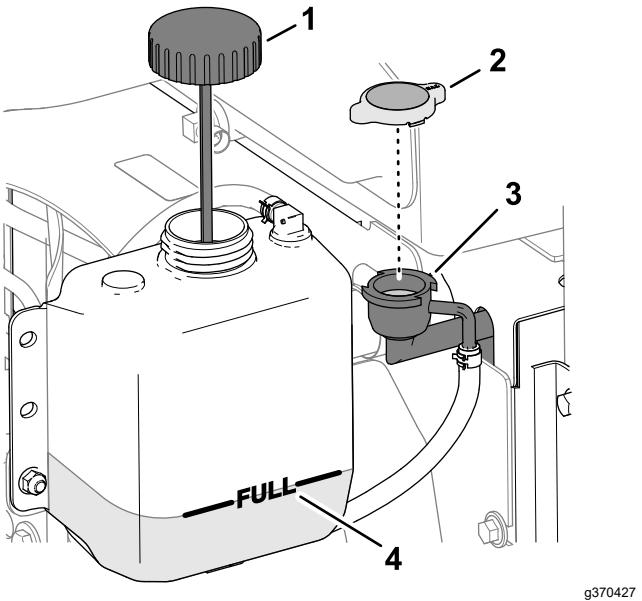

Figure 155
3. Enlevez le bouchon de radiateur avec précaution (Figure 155).
Remarque: Le niveau du liquide de refroidissement est correct s'il atteint le haut du goulot de remplissage du radiateur (Figure 155).